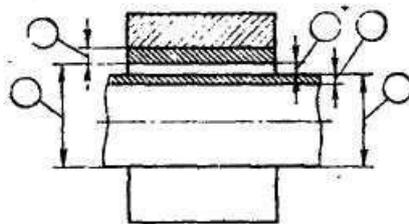

Рис. 2
1. Определить, какими цифрами обозначены на рис. 2 элементы построения размерной цепи для сопряжения вала с втулкой: